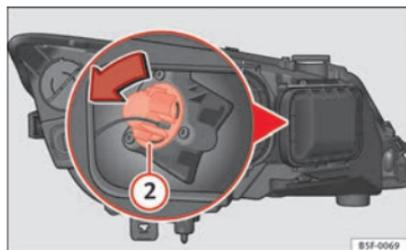

Fig. 184 Ampoule du clignotant
- Tournez le support d'ampoule ⇒ fig. 184 ② vers la gauche puis tirez.